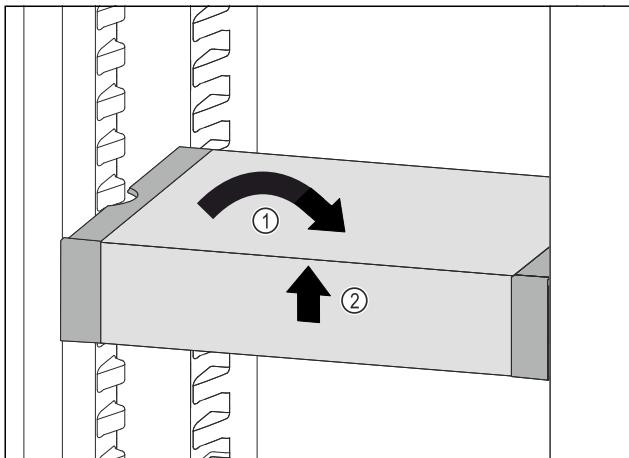

Fig. 127
► VarioSafe gerade stellen. Fig. 127 (1)
► VarioSafe vorne anheben. Fig. 127 (2)